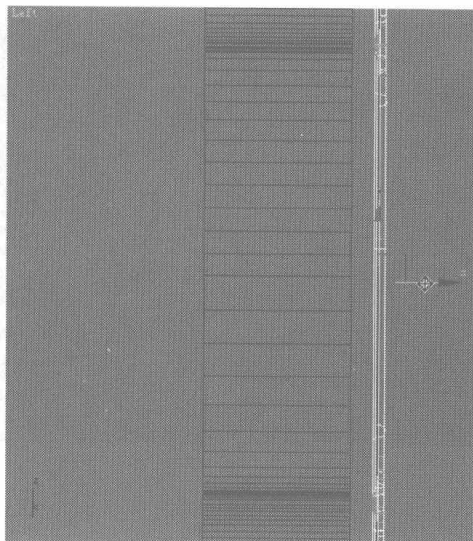
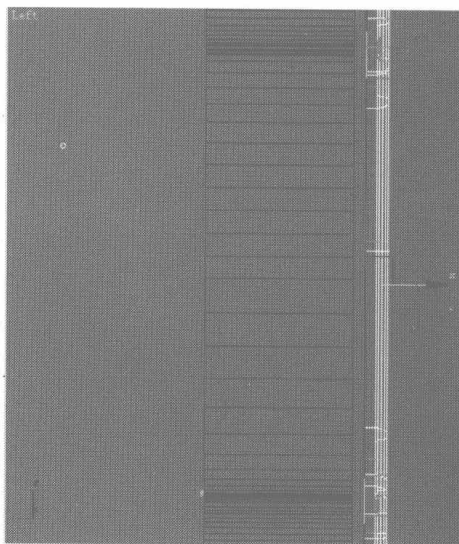

图 5.61
图 5.62
- 14** 选择如图 5.61 所示的曲线，按住 Shift 键向外拖动，复制出一个边沿，如图 5.62 所示，单击 **Cap** 按钮，添加面。